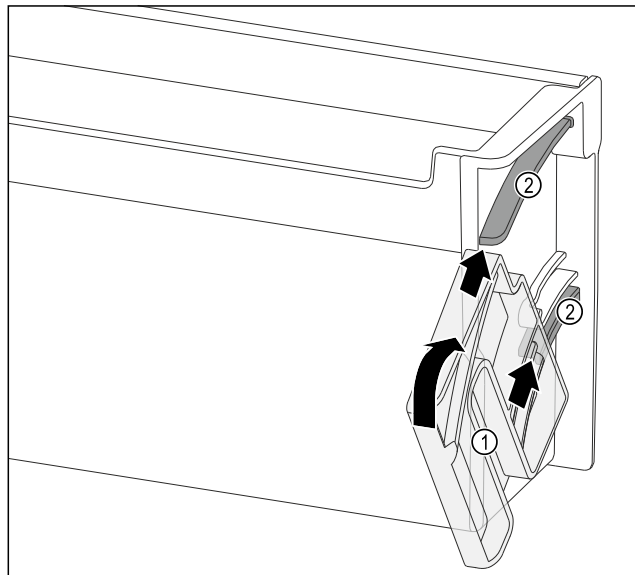

Fig. 118
- ▶ Draai-eenheid Fig. 118 (1) zo positioneren dat de uitsparingen exact tegenover de geleidingskanalen Fig. 118 (2) van het deurrek liggen.
- ▶ Draai-eenheid Fig. 118 (1) in de aangegeven richting draaien.